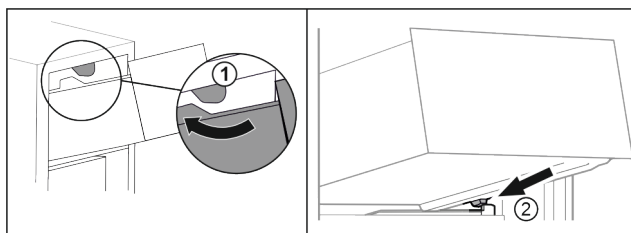

Fig. 97
- ▶ Poprowadzić szufladę wokół górnego stopera. Fig. 97 (1)
- ▶ Założyć szufladę pod skosem za dolnymi stoperami na żebrze pojemnika. Fig. 97 (2)